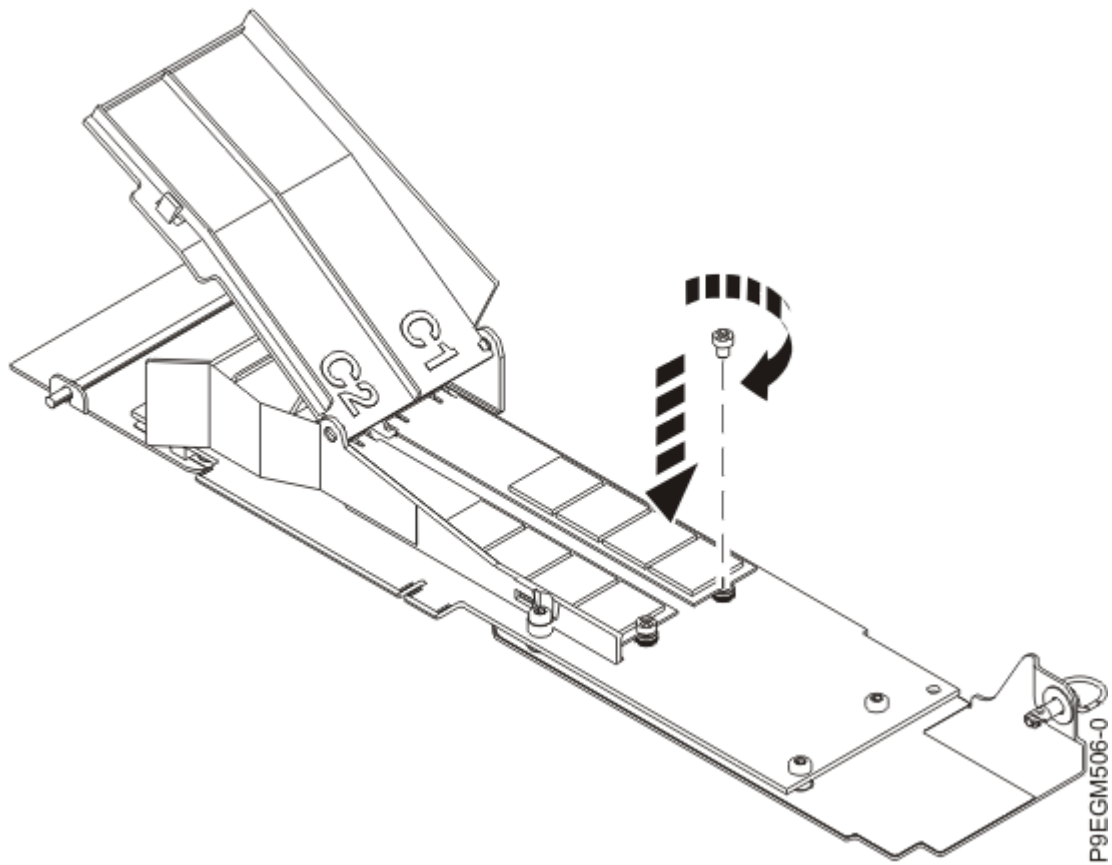

図 33. キャリア・カードへの NVMe M.2 フラッシュ・モジュールの固定
3. プラス・ドライバーを使用して、フラッシュ・モジュールを NVMe M.2 キャリア・カードに固定します。39 ページの図 33 を参照してください。